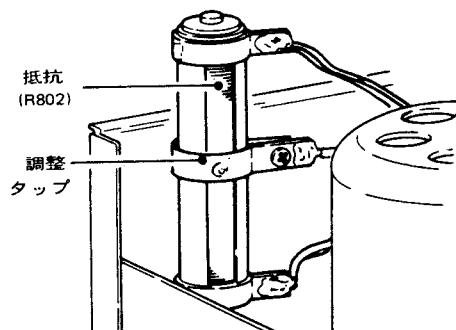

図1-6
- 適正值が得られないときは、モータの調整用可変抵抗R802のタップ位置を適正トルクが得られるよう調整する。(図1-6参照)